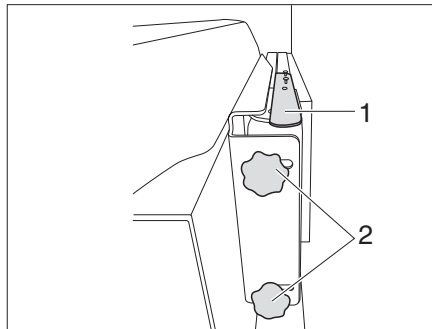

Figure 132 Support à bras articulé (variante 1)
- Pousser le levier (Figure 132,1) vers le bas pour détacher l'écran plat du dispositif de blocage. Relâcher le levier.
- Desserrer les 2 vis moletées (Figure 132,2) et faire pivoter l'écran plat dans la position souhaitée. Resserrer les vis moletées (Figure 132,2).